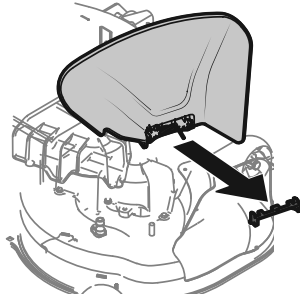

Figure 11
2. Abaissez le déflecteur d'éjection et jetez le support. Voir Figure 11.